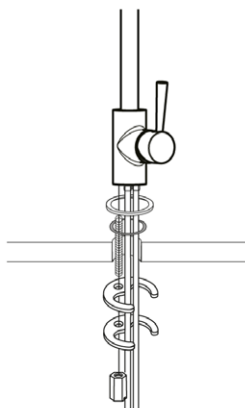
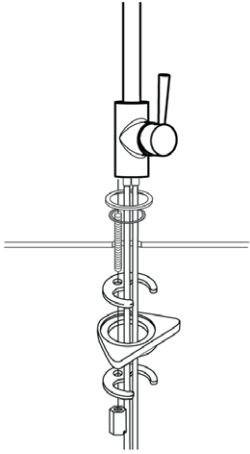

Fig. 2: Montering i bordplade (tyk).
Fig. 3: Montering i køkkenbord med vask
2. **Bordplade (tyk):** Monter blandingsbatteriet som vist på fig. 2. **Køkkenbord med vask:** Blandingsbatteriet skal monteres med støttepladen som vist på fig. 3. **OBS!** Tilslutningsslangerne må ikke vrides, bøjes eller strækkes, da det kan beskadige slanger og pakninger.